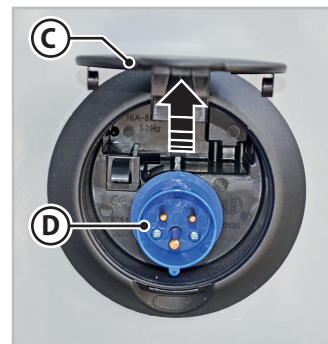

Fig. 6.33 - Presa per l'alimentazione a 220 V
2. Sollevare il coperchio (**C** - Fig. 6.33) della presa (**D** - Fig. 6.33) posizionata sulla fiancata del veicolo.
3. Collegare un cavo esterno di sezione adeguata e di tipo omologato alla presa (**D** - Fig. 6.33).